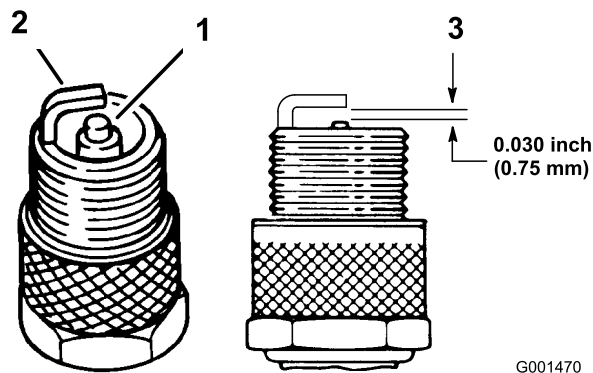

Figura 38
1. Controllate la parte centrale delle candele (Figura 38). Se l'isolatore è di color marrone chiaro o grigio, il motore funziona correttamente. Una patina nera sull'isolatore significa in genere che il filtro dell'aria è sporco.
3. Controllate la distanza tra gli elettrodi centrale e laterale (Figura 38). Piegare l'elettrodo laterale (Figura 38) se la distanza non è corretta.
3. Collegate i cappellotti alle candele (Figura 38).